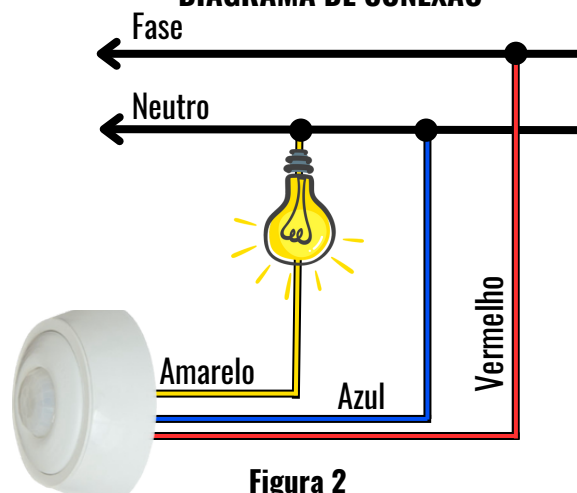

Figura 2
6. Identifique os fios Fase, Neutro e Retorno e onde eles serão instalados, conecte-os conforme a figura 2, tomando cuidado para não invertê-los;